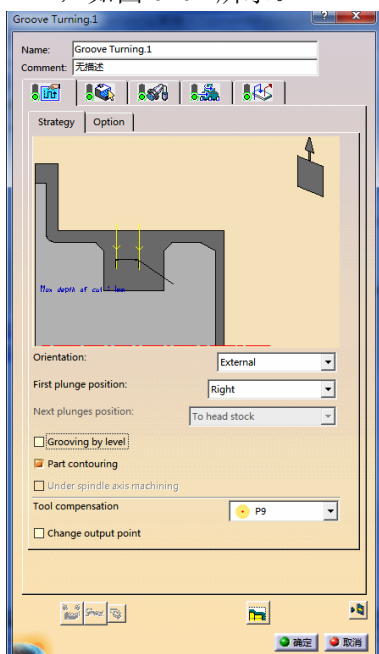

图 6-61 “Strategy”选项卡 (1)
- 单击“Strategy”选项卡(1)，在“Orientation”下拉列表中选择“External”，在“First plunge position”下拉列表中选择“Right”，选中“Part contouring”复选框，如图 6-61 所示。